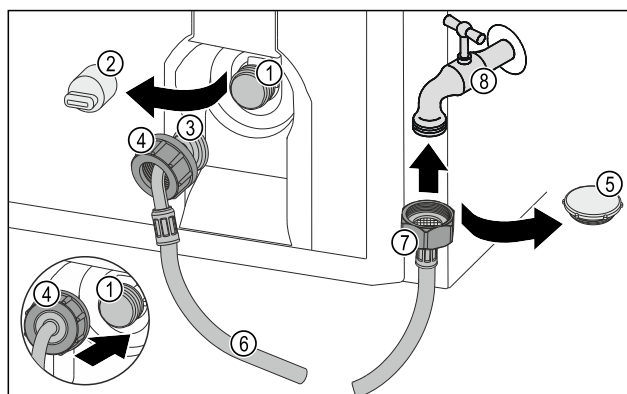

Fig. 55
- Uzavírací víčko Fig. 55 (5) odstraňte.
- Rovný konec hadice Fig. 55 (7) připojte k vodovodnímu kohoutku Fig. 55 (8).
- Utáhněte matici na rovném konci hadice Fig. 55 (7) ve směru hodinových ručiček.